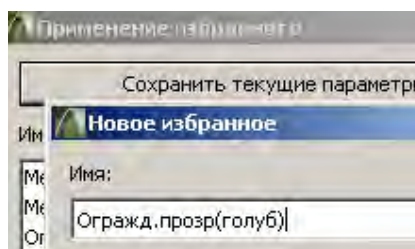

Рис. 113
3. Сохраните установленные параметры ограждения в **Избранное** как **ог-ражд.прозр(голуб)** (рис. 113).